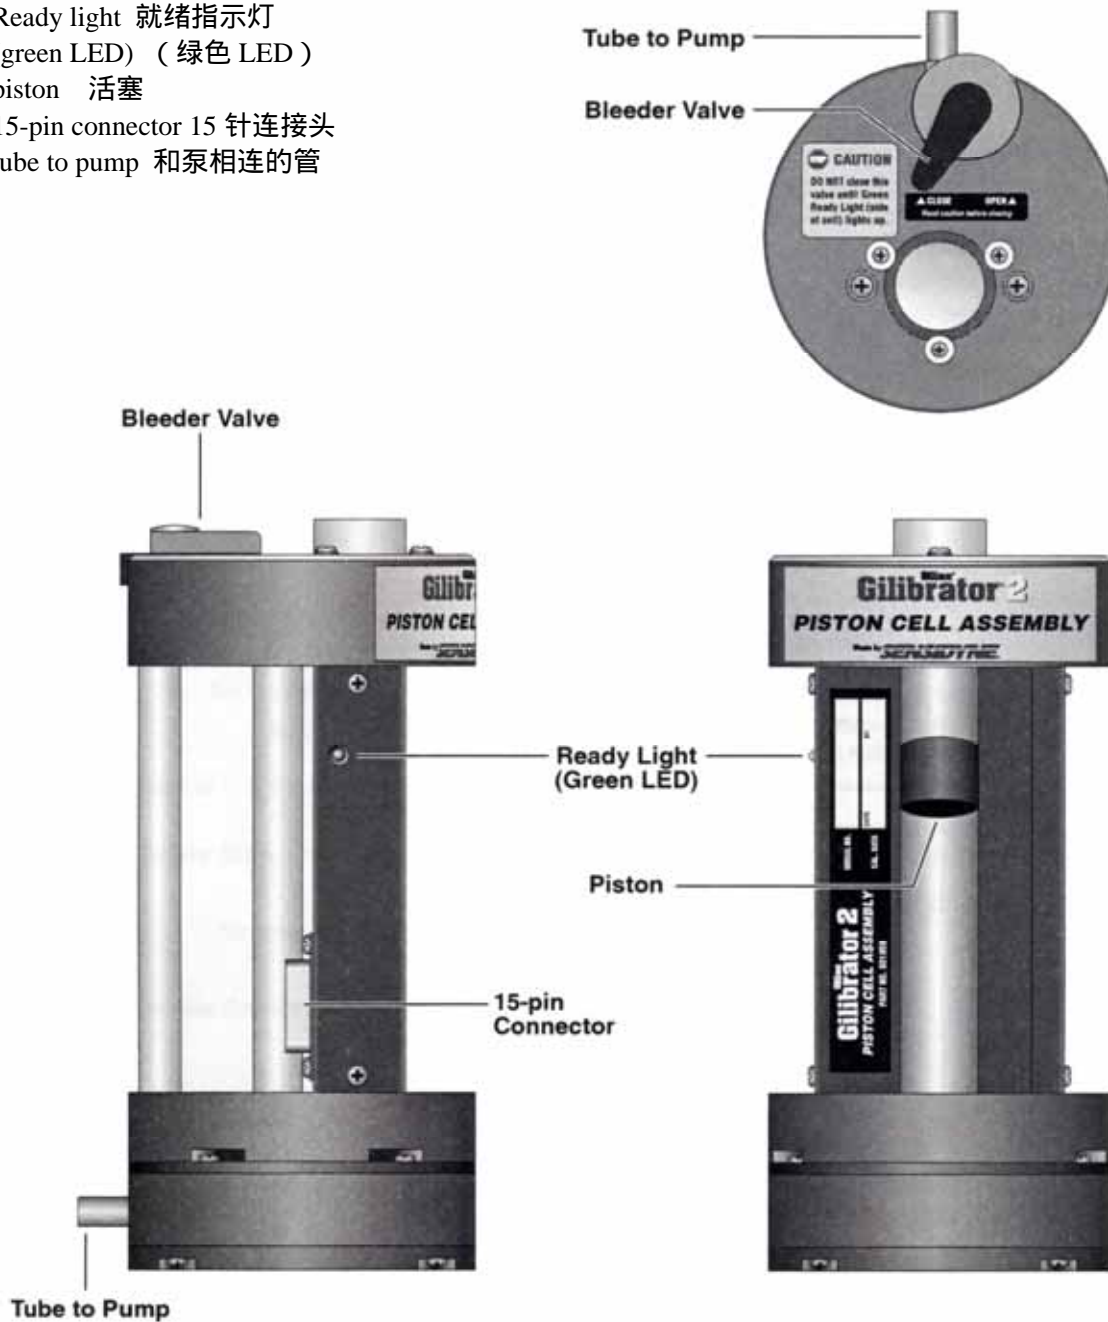
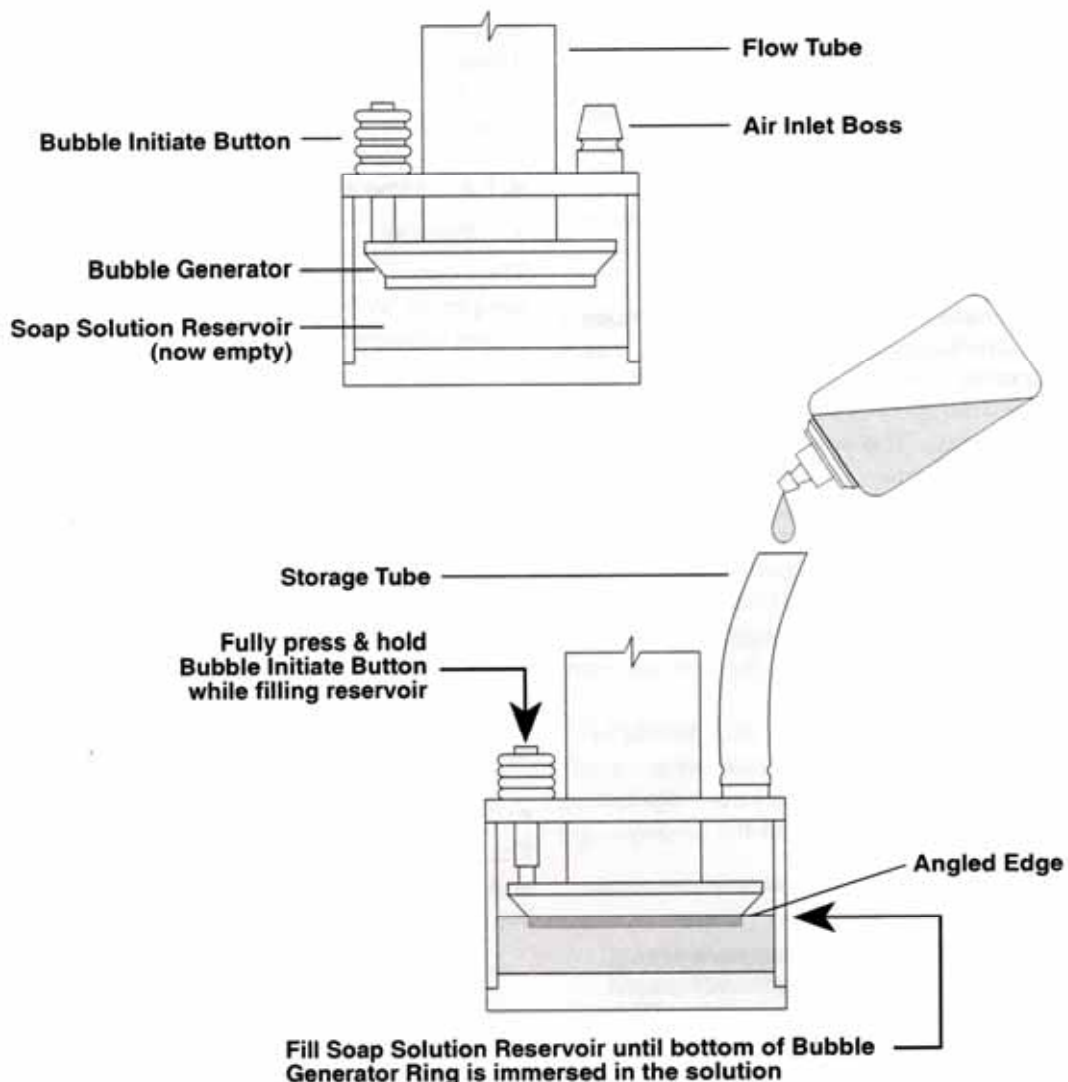

图 2.3
图 3.4
若使用活塞式槽组,将 15 针插口接头直接插入位于活塞槽组的后侧的连接插孔(如图 2.3)在连线前请正确匹配接头与插孔。
- 1) 将贮藏管和流量槽组的出气孔分离(如图 2.3)用 Gilibrator 皂液填充已有的分装瓶。利用橡胶管,缓慢从分装瓶中倒出皂液(如图 3.4)。